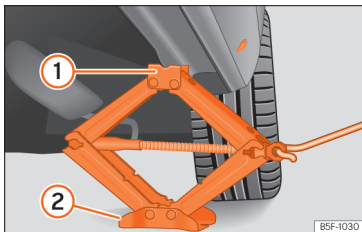

Abb. 197 Längsholm: Wagenheber ansetzen.
- Drehen Sie die Kurbel des unter dem Aufnahmepunkt des Längsträgers befindlichen Wagenhebers, bis sich die Nase ① » » » (Abb. 197) unter der vorgesehenen Einführung befindet.
- Richten Sie den Wagenheber so aus, dass sein Aufnahmehorn ① in die dafür vorgesehene Aufnahme am Längsträger „greift“ und die bewegliche Grundplatte ② plan auf dem Boden aufliegt. Die Bodenplatte ② muss sich dabei senkrecht unter dem Aufnahmepunkt ① befinden.